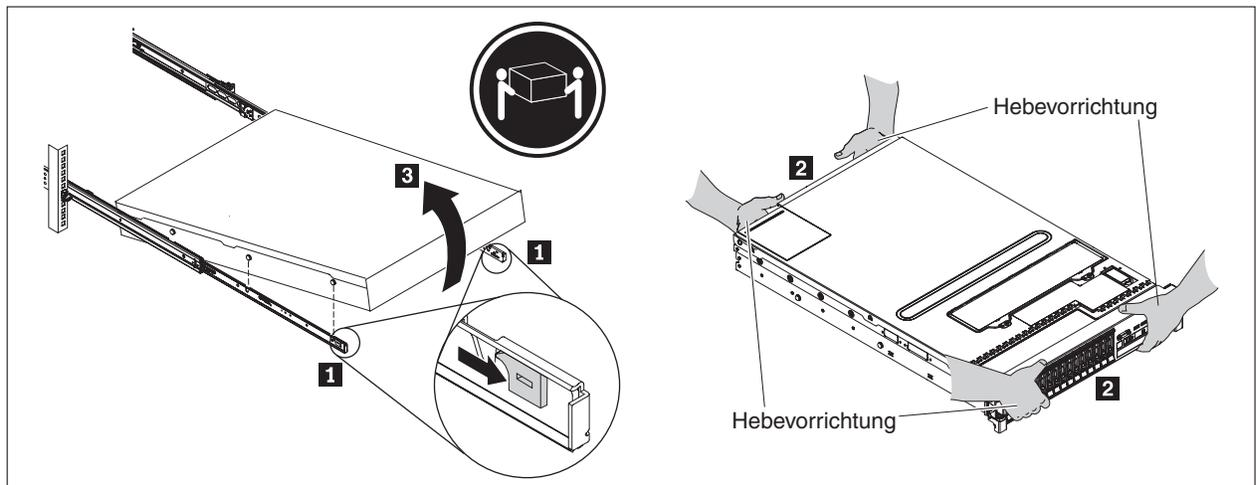

Abbildung 20. Vorderseite der Appliance entriegeln und drehen
**Anmerkung:** Stellen Sie sicher, dass immer zwei Personen die Appliance anheben und dass diese Personen ihre Hände wie unter **2** in Abb. 20 dargestellt positionieren.
1. Entriegeln Sie die Vorderseite der Appliance und drehen Sie sie, wie in Abb. 20 dargestellt.